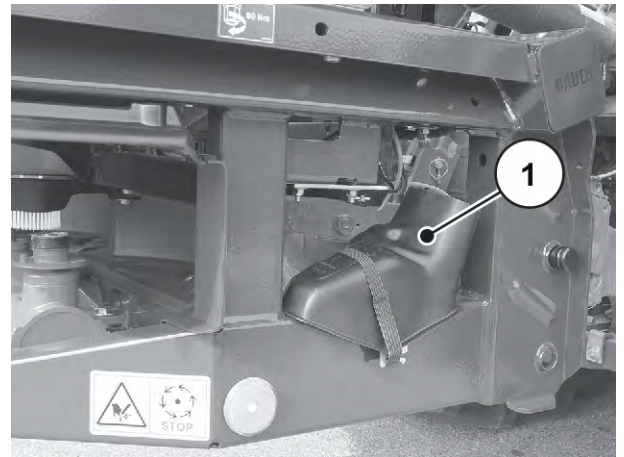

Abb. 35: Lage der Abdrehscheibenrutsche
- Abdrehprobenrutsche bereitstellen. Siehe *Abb. 35 Lage der Abdrehprobenrutsche*